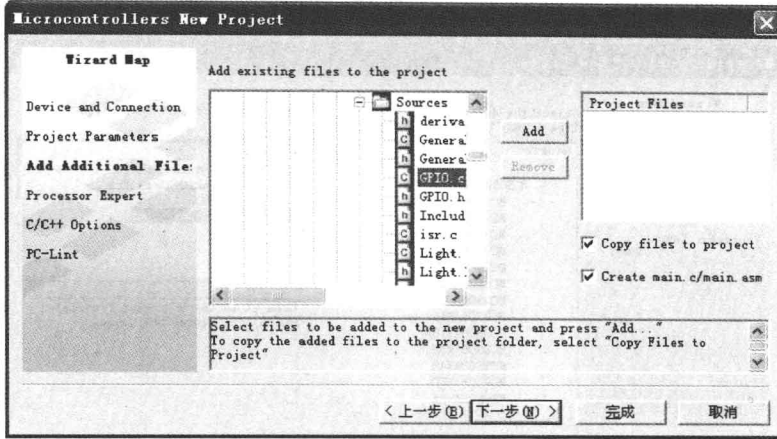

图 1-5 添加现有文件
(4) 选择要添加到当前项目中的文件,单击“下一步”按钮,如图 1-5 所示。